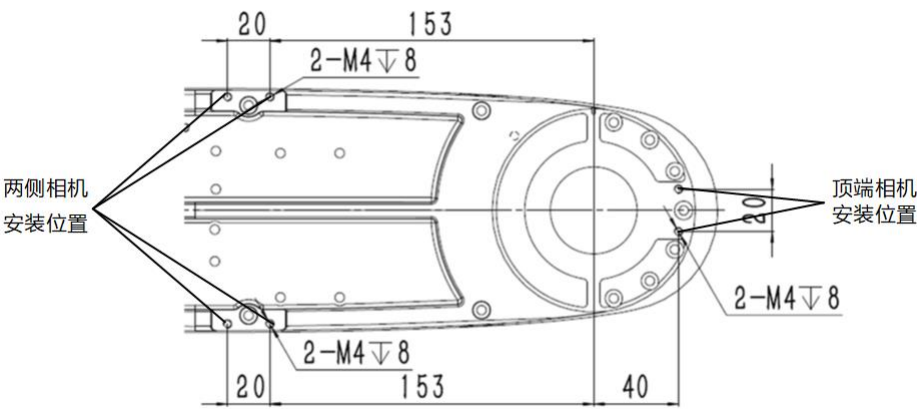

图 5-14 AIR6SC-750A 大小臂相机安装位置尺寸图
安装在小臂两侧（图 5-14 所示）时： $WM = M (L1)^2 / (L1 + L2)^2$
安装在小臂顶端（图 5-14 所示）时： $WM = M (LM)^2 / (L2)^2$
操作机在小臂上有相机安装位置，安装孔规格及尺寸如图 5-14 所示。